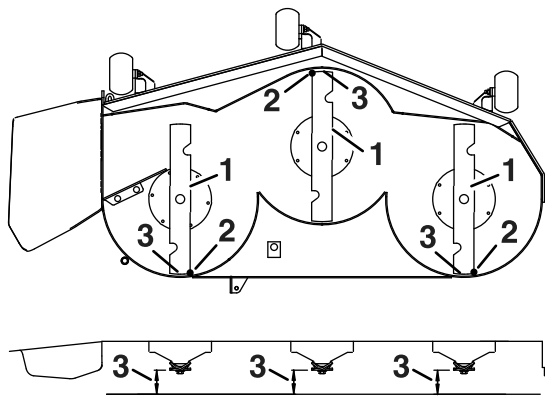

Figura 73
4. Rotii cu atenție lamele astfel încât să fie orientate din față spre spate (Figura 73).
5. Măsurai între vârful lamei din față și suprafața plană și între vârful lamei din spate și suprafața plană (Figura 73).